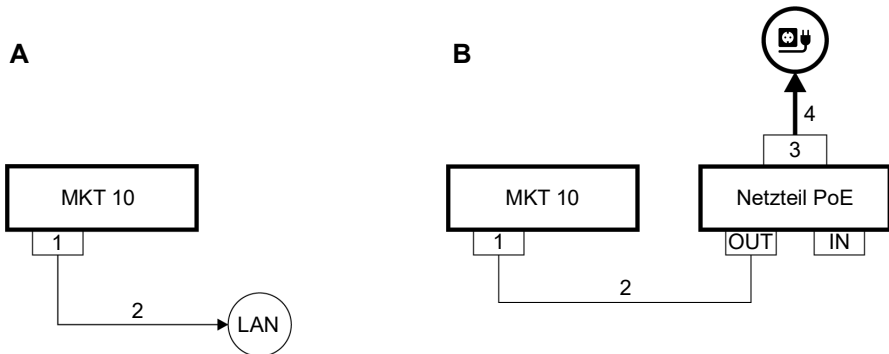

Abb. 4: **A:** PoE-Betrieb | **B:** Netzbetrieb (optional)
- Schließen Sie den Ethernet-/PoE-Anschluss des MKT 10 mit einem Ethernet-Kabel ans LAN, siehe Abb. 4 A.
1. Verbinden Sie den Ethernet-/PoE-Anschluss des MKT 10 und den "OUT"-Anschluss des Netzteils PoE mit einem Ethernet-Kabel, siehe Abb. 4 B.